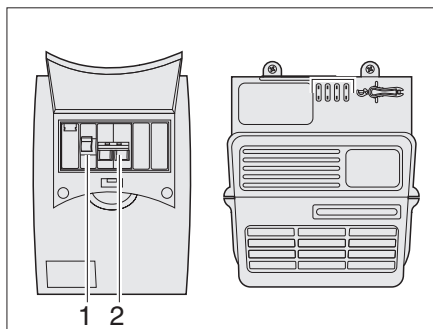

Bild 98 230 V-säkringslåda
Huvudsäkringen (Bild 98,2) säkrar 230 V-ingångsströmmen med max. 10 A. Det finns också en jordfelsbrytare (Bild 98,1) i säkringslådan.
- Slå kortvarigt på och stäng av 230 V-ledningsfelbrytaren (se Bild 98) och huvudbrytaren för batteri (se Bild 92) för att avbryta strömflödet.